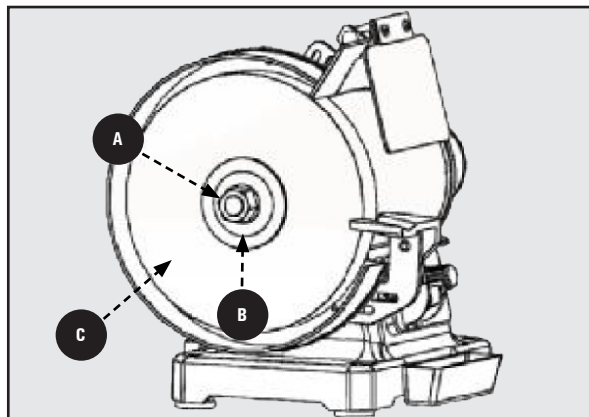

Figure 9
1. Retirez les (2) ainsi que le bouton de verrouillage inférieur et le boulon de carrosserie qui fixent les supports de porte-outils. Ces sécurités la paroi extérieure du garde-meule au châssis de l'outil.
4. Retirez l'écrou de l'arbre **(A)**, la flasque de la meule **(B)** et la vieille meule **(C)**. Voir Figure 9.
7. Remplacez la protection de la roue et fixez-la avec les (2) vis, le boulon de carrosserie, le bouton de verrouillage inférieur et le support du porte-outil retirés à l'étape 1.